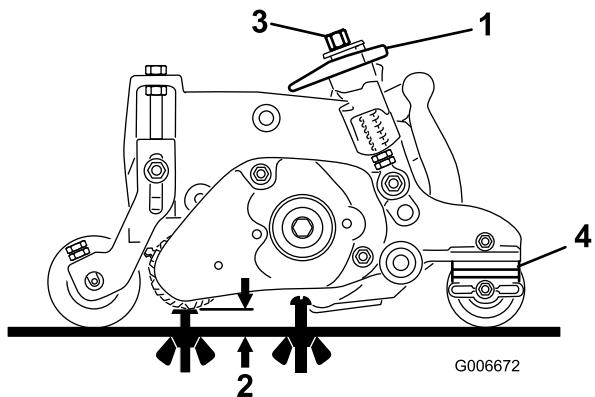

Figure 42
3. Tournez les leviers de levage rapide (Figure 42) à la position engagée (poignée vers l'avant du plateau de coupe). Reportez-vous au tableau des plages de hauteur de coupe (HDC) et de hauteur de brossage (HDG) recommandées pour régler le gabarit.
4. À une extrémité du groomer, mesurez la distance entre la pointe de lame la plus basse et la surface de travail (Figure 42). Tournez le bouton de réglage de hauteur (Figure 42) pour éléver ou abaisser la pointe de la lame de groomer à la hauteur désirée.